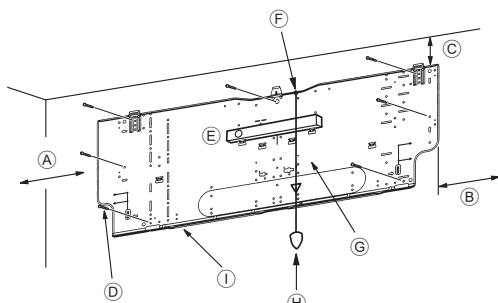
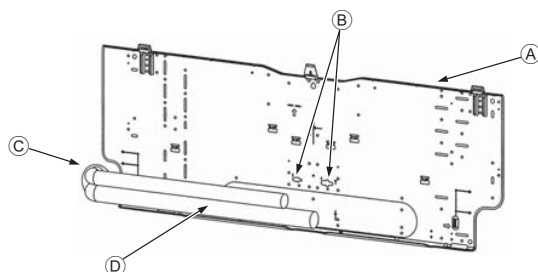

Fig. 3-4
Fig. 3-5
■ PKFY-P-VKM-E (Fig. 3-4)
- (A) Min. 90 mm (617,6 mm minimum avec installation d'une pompe de vidange en option)
- (B) Min. 200 mm
- (C) Min. 70 mm (130 mm minimum avec tuyauterie gauche, arrière gauche ou gauche inférieure et installation d'une pompe de vidange en option)
- (D) Vis de fixation (4 × 25) ②
- (E) Niveau
- (F) Serrer le filetage sur l'orifice.
- (G) Placer le niveau contre la ligne de référence horizontale de la planche d'installation et monter niveau. Maintenir le filetage et aligner avec ▽ EPK de la planche d'installation pour mettre niveau.
- (H) Poids
- (I) Planchette d'installation ①
3.3. Lors de l'insertion des tuyaux dans le mur (Fig. 3-5)
- (A) Planchette d'installation ①
- (B) Marquage de référence des raccords vasés
- (C) Orifice passant
- (D) Tuyauterie sur site